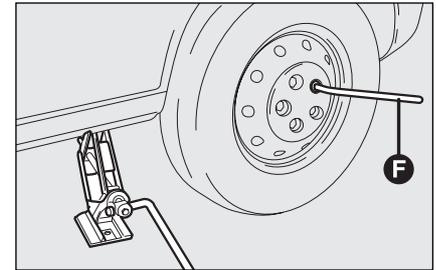

Abb. 8
- Die Bolzen vollständig mit dem Schlüssel **F-Abb. 8** abschrauben, und das Rad abziehen.